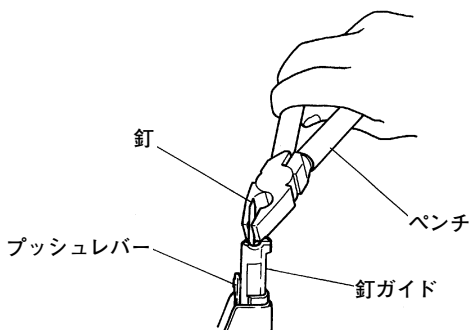

図 15
- 内部につまった釘をペンチなどで取り除きます。(図 15)